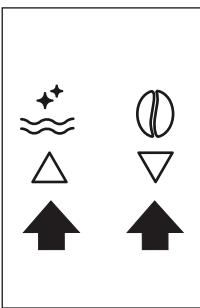
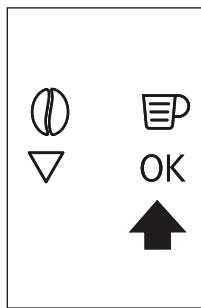

Рис. 9
Рис. 10
- Используйте значки  $\Delta$   $\nabla$  (B7 и B8), чтобы выбрать желаемый язык (рис. 9). Если появляется сообщение PRESS OK TO CHOOSE ENGLISH (ДЛЯ ВЫБОРА АНГЛИЙСКОГО НАЖМИТЕ OK), нажмите и удерживайте значок **ок** (B 9) (рис. 10) в течение 3-х секунд, пока не появится сообщение ENGLISH INSTALLED (УСТАНОВЛЕН АНГЛИЙСКИЙ ЯЗЫК). Чтобы выбрать другой язык, следуйте указаниям раздела «Выбор языка». Если вашего языка нет, выберите язык из доступных на дисплее. В инструкциях используются обозначения на английском языке. Затем выполните инструкции, отображаемые на экране.
- Нажмите сенсорную кнопку **ок** (B9) (Рис. 10) и через несколько секунд из краника польется струйка кипятка.